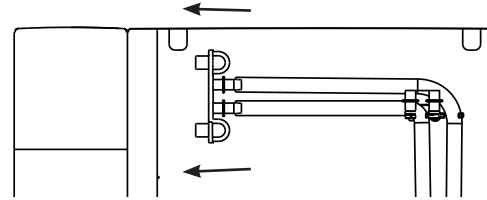

Figura 8
10. Desenganche la parte superior de las mangueras de drenaje sobre la parte trasera de la unidad. Consulte la figura 8.